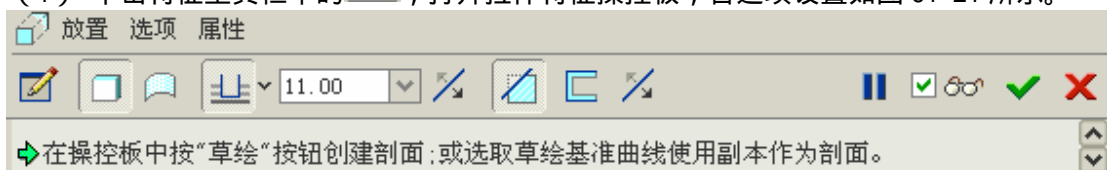

图 61-21
- (1) 单击特征工具栏中的 ，打开拉伸特征操控板，各选项设置如图 61-21 所示。